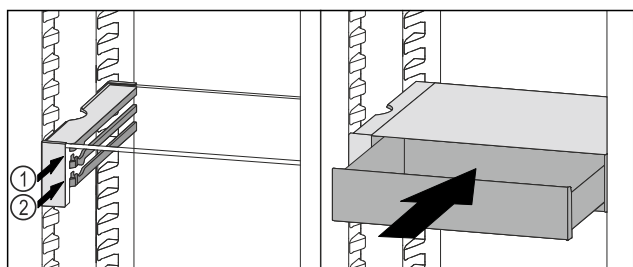

Fig. 81
- ▶ Założyć szufladę VarioSafe za stoperami na wybranych żebrowach Fig. 81 (1) lub Fig. 81 (2).